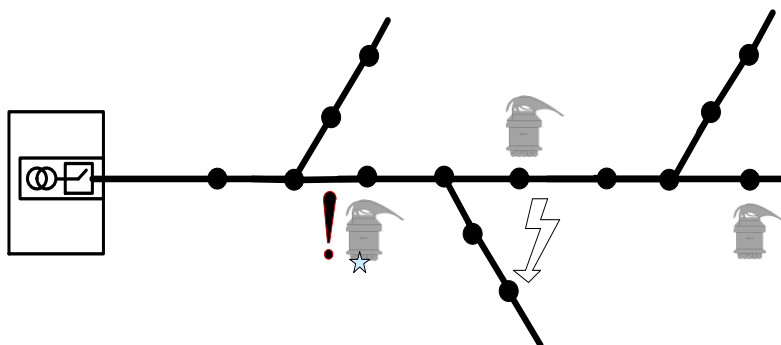

Рисунок 5 – Установка комплектов на линии с короткими ответвлениями
- на линии с короткими ответвлениями комплекты, как правило, устанавливаются по стволу линии за местом разветвления (отпайки), на ближайших к месту разветвления промежуточных опорах (Рисунок 5);